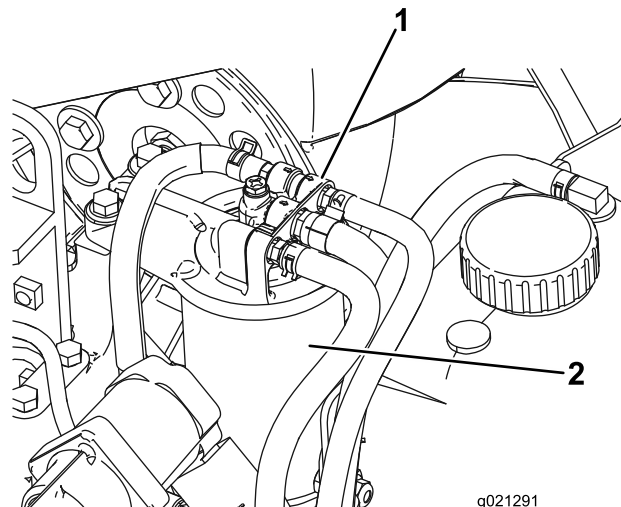

Figura 95
2. Pulite le superfici circostanti la testa del filtro del carburante (**Figura 95**).
3. Togliete il filtro e pulite la superficie di montaggio della testa del filtro (**Figura 95**).